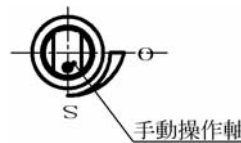

図5 開度インジケータ
- ① 手動操作クラッチボタンを押します。
- ② 手動操作軸にスパナをかけます。
- ③ 開度インジケータ(図5)を見ながら手動操作軸を下記のトルクにてゆっくり回してください。